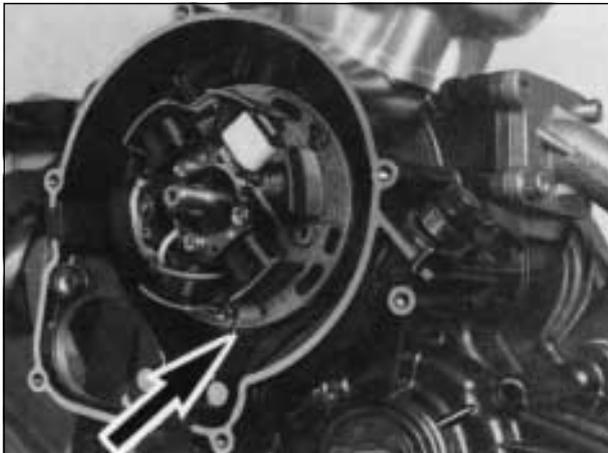

Fig. 15
- 16) PRIMA di rimuovere lo statore, fare due segni di riferimento corrispondenti, uno sulla sede nel semicaratter e l'altro sulla piastra statore per consentirne l'esatto posizionamento all'atto del rimontaggio (Fig. 15).
- 16) BEFORE pulling the stator make two corresponding reference marks, one on the crankcase and the other on the stator plate thus ensuring correct positioning when reassembling (Fig. 15).